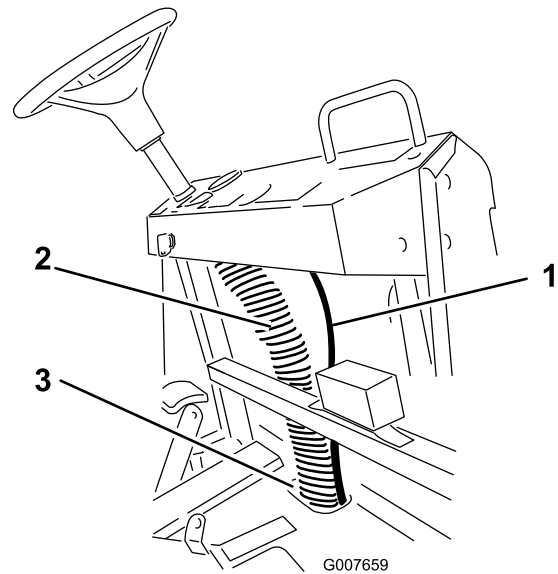

Рисунок 14
4. Протяните шланг вверх за правую сторону приборной панели (Рисунок 14).
5. Прикрепите шланг к стойке имеющей проводки (Рисунок 14).